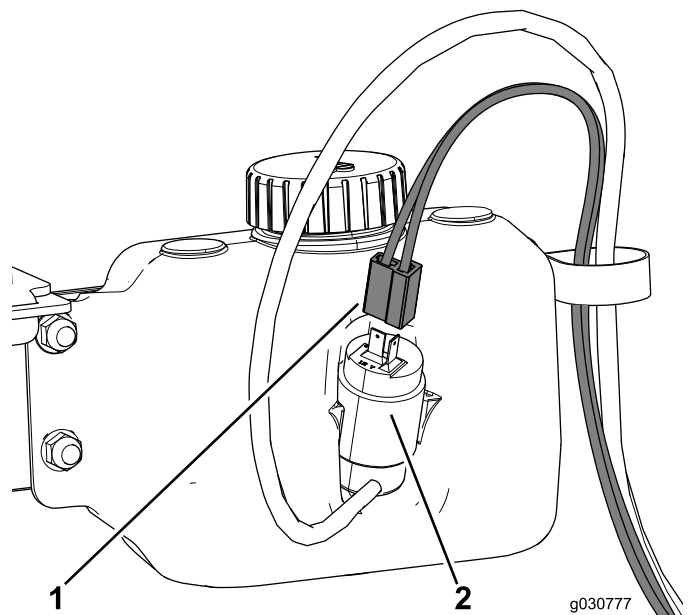

Figura 48
4. Enrute el arnés de cables del depósito del lavaparabrisas por la abrazadera en R y conéctelo al depósito (Figura 48).